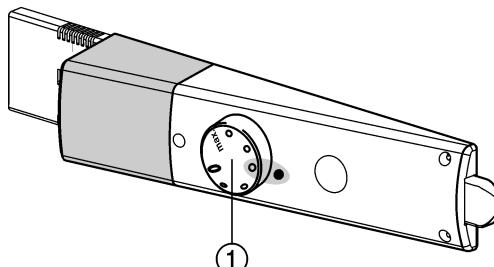

Fig. 2
- Поверните регулятор температуры Fig. 2 (1) вправо с положения 0 в положение 3.
- ▶ Повернуть регулятор температуры Fig. 2 (1).